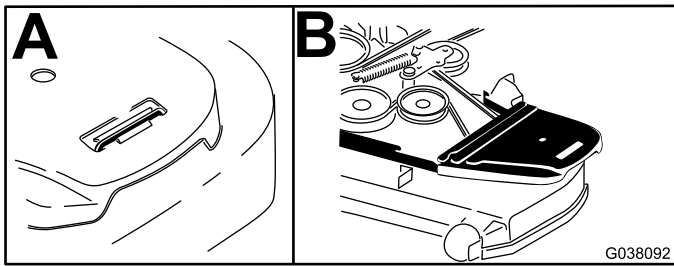

Figura 17
2. Retire la cubierta de la correa de la derecha (Figura 17).